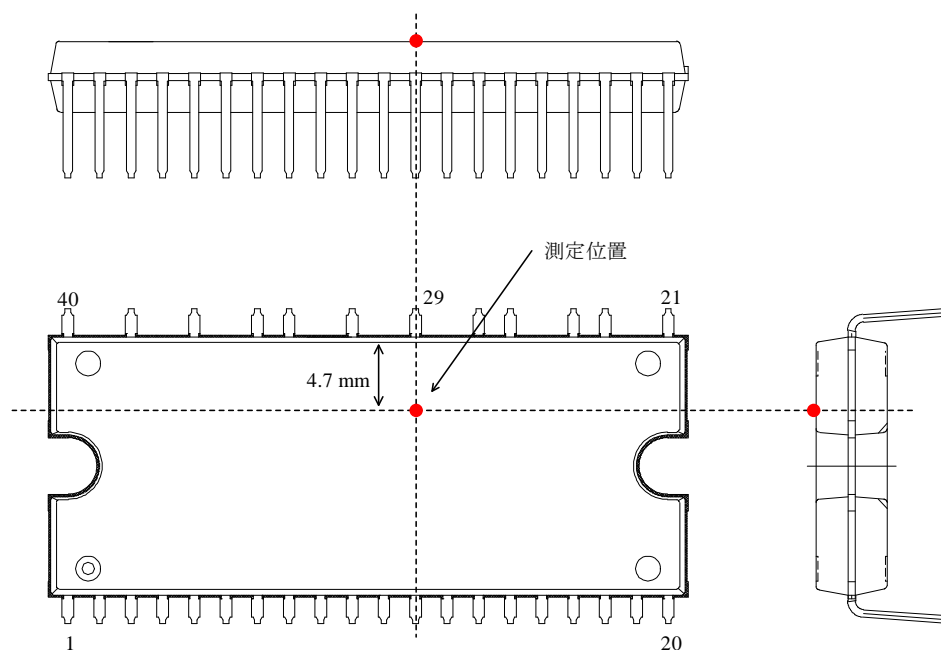

図 3-2 ケース温度測定位置
(1) ケース温度は図 3-2 で規定。
(2) 内部スイッチング素子のジャンクションとケース間の定常熱抵抗（過渡熱特性は 14.1 項を参照）
(3) 内部フリーホイールダイオードのジャンクションとケース間の定常熱抵抗